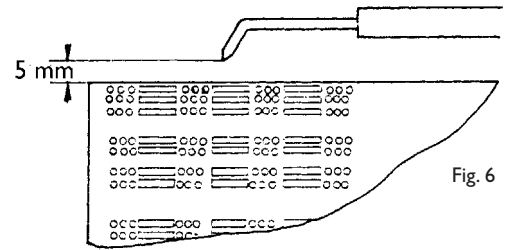

Fig. 6
- Kontroller tennelektrodens posisjon (Fig 6).
- Controlar la posición del electrodo de encendido (véase Fig. 6).